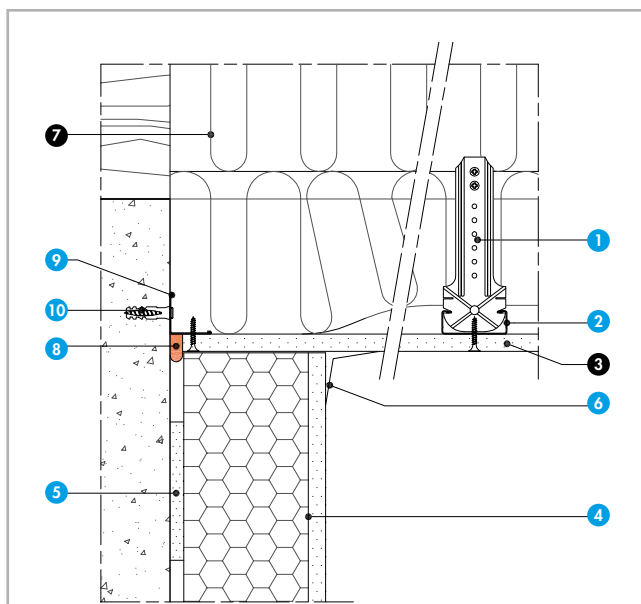

Fig. 3c - Étanchéité à l'air de la jonction plafonds/support/doublage
**Nomenclature de la figure 3c**